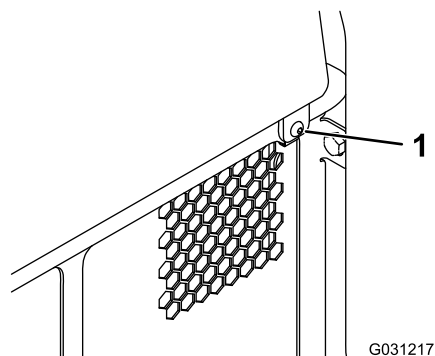

Рисунок 41
1. Снимите фиксатор (Рисунок 41).
2. Чтобы получить доступ к внутренним компонентам, поднимите заднюю крышку доступа (Рисунок 41).